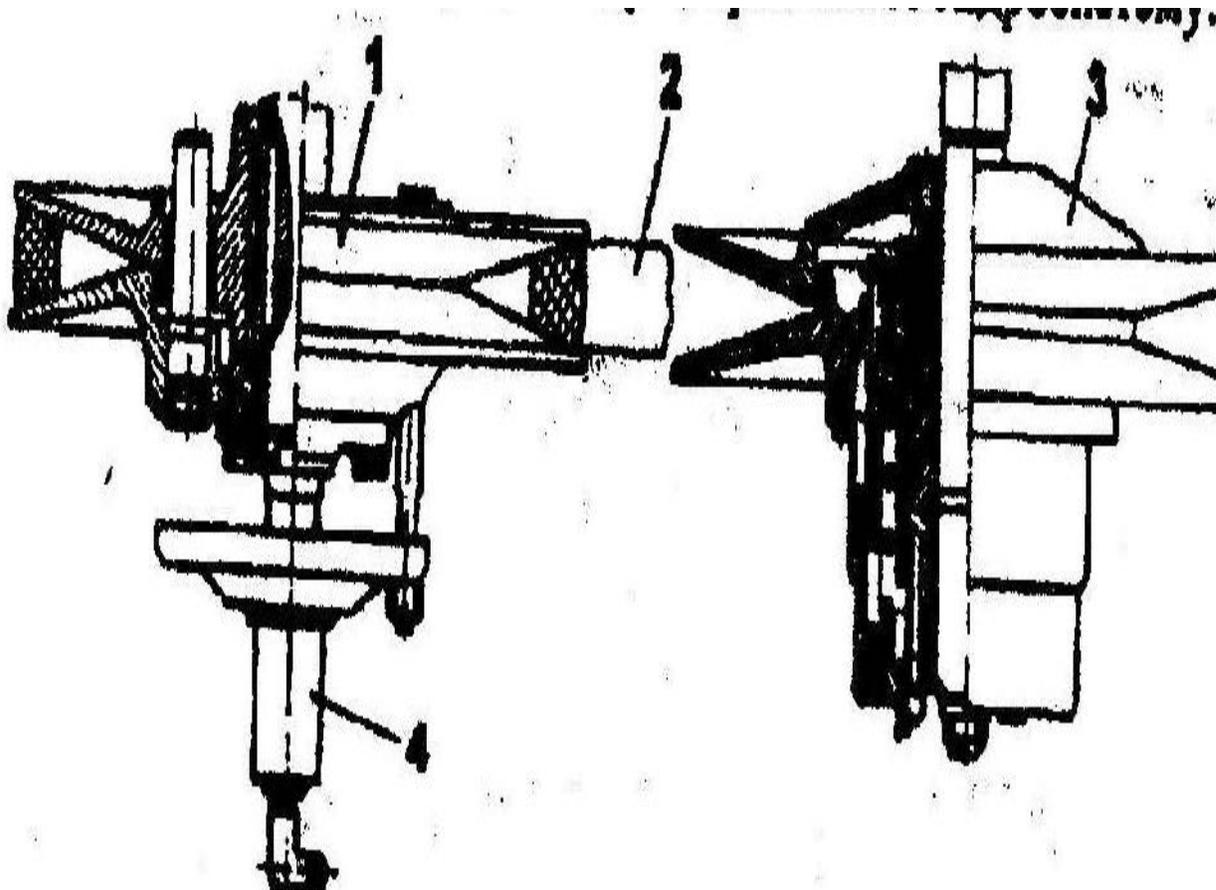

Рис. 32. Вариатор молотильного барабана:
- 1) при неработающем двигателе отпустите гайку штуцера гидроцилиндра 4 ведущего шкива 1 (рис. 32);